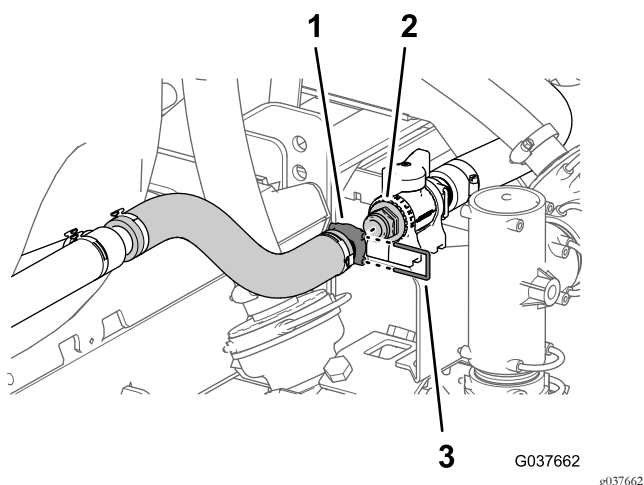

Bild 57
6. Befestigen Sie das gerade, gezahnte Anschlussstück der Rührwerkdüsen mit dem Halter, der mit dem Rührwerkschlauch geliefert wird, an der Schnellkupplung des Rührwerk-Drosselventils (Bild 57).